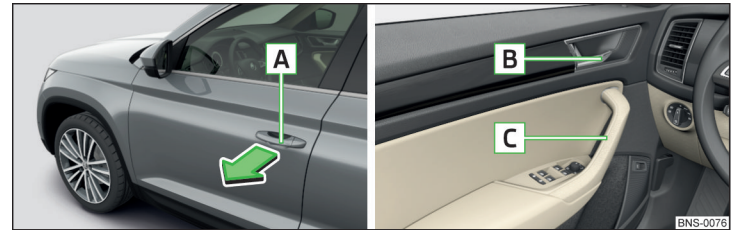

Abb. 38 Türgriff/Türöffnungshebel
- Zum **Öffnen von außen** das Fahrzeug entriegeln und am Türgriff **A** in Pfeilrichtung ziehen » Abb. 38.